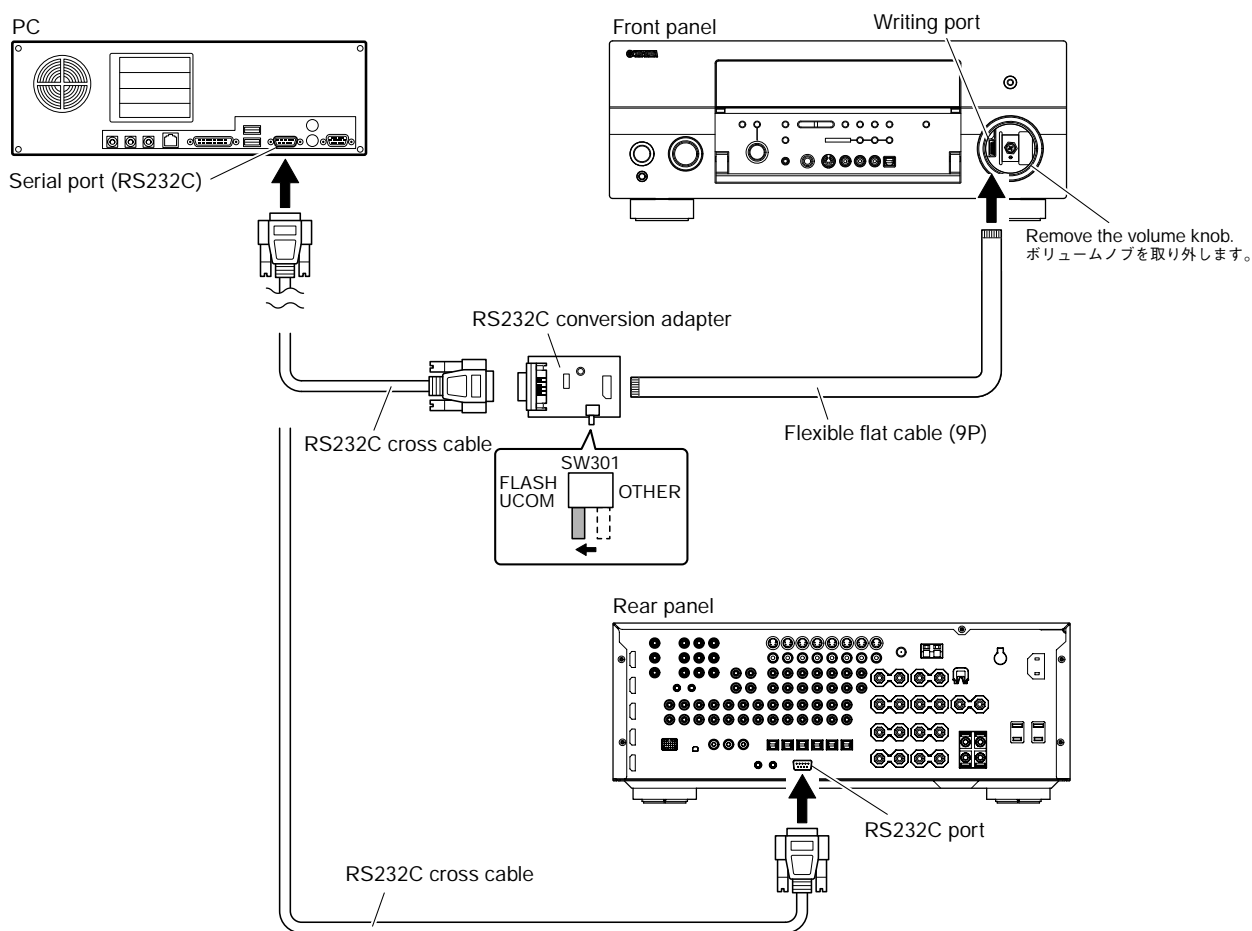

Fig. 4
- 1. Set the switch (SW301) of RS232C conversion adapter to the "FLASH UCOM" side. (Fig. 4)
- 2. Connect the writing port of the main unit to the serial port (RS232C) of the PC as shown below. (Fig. 4)
- 1. RS232C変換アダプターのスイッチ(SW301)を"FLASH UCOM"側に設定します。(Fig.4)
- 2. 本機の書き込み用ポートとPCのシリアルポート(RS232C)を下記のように接続します。(Fig. 4)